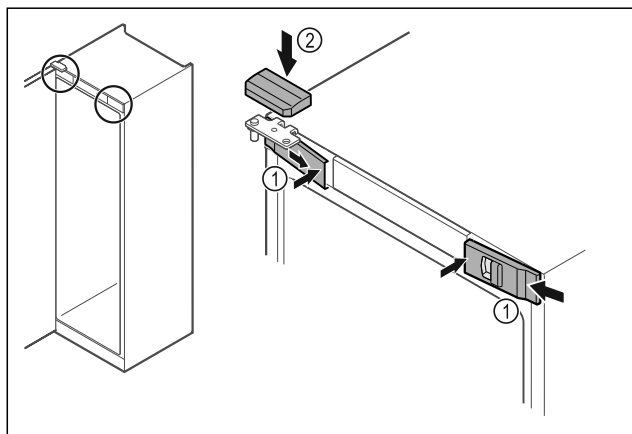

Fig. 43
- Agganciare le coperture anteriori Fig. 43 (1) di lato e innestarle all'interno.
- Innestare la copertura superiore Fig. 43 (2) dall'alto.